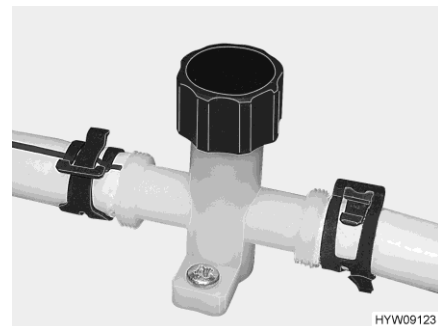

Bild 164 Ablasshahn (Wasserleitung)
- Ablasshähne schließen. Dazu die Kappe des Ablasshahns (Bild 164) im Uhrzeigersinn drehen.